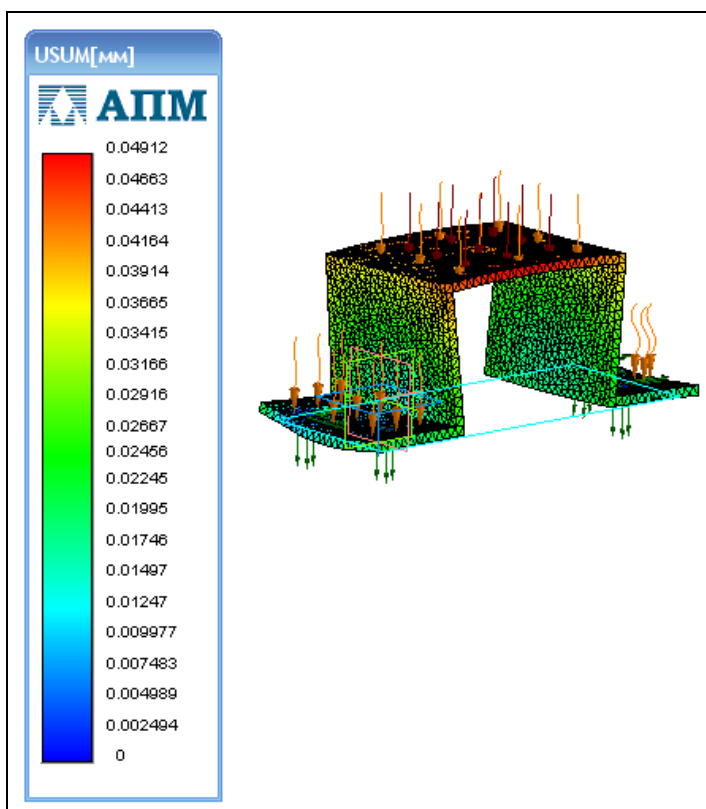

Рис. 10.29. Карта результатов по перемещению
- **Перемещение.** Если по картинке напряжений вы не можете определиться с уровнем напряжений, то в списке **Выбор результатов** установите **Перемещение**, а в списке **Объёмные элементы** — **USUM** (по всем осям). Нажмите кнопку **ОК**. Появится карта результатов с уровнем прочности для данного материала в модели (рис. 10.29). Из этой карты видно, что там, где в модели красный цвет, превышаетя предел прочности материала, и в этом месте пойдет разрушение конструкции;